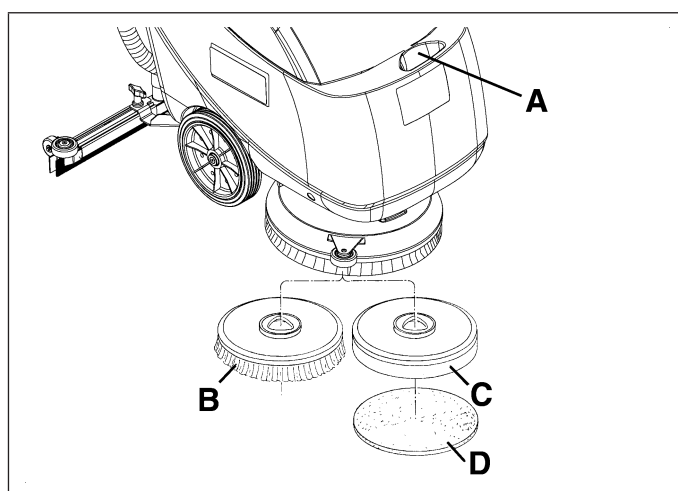

Figure 11
2. Remplir le réservoir de solution (A, Fig. 11) avec une solution adéquate au travail à effectuer.
*Il est possible d'installer soit la brosse (B, Fig. 11) soit le plateau support disque (C) avec disque (D), en fonction du traitement à effectuer sur le sol.*
5. Positionner la brosse (B, Fig. 11) ou le plateau (C) avec disque (D) sous la couverture.